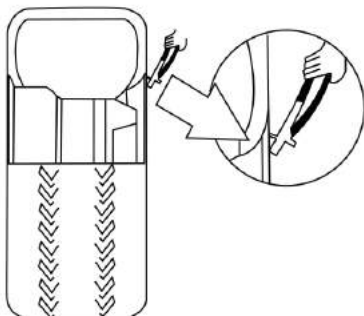

Fig. 11
- Remova os pesos de balanceamento de rodas para evitar riscos que poderiam resultar da sua presença (conforme fig.11).